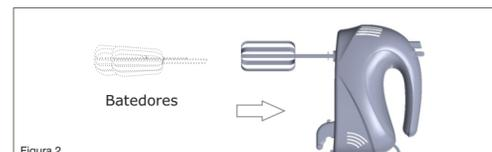

Figura 2
1. Ajustar os batedores nos orifícios existentes no fundo do corpo até travá-los (figura 2).